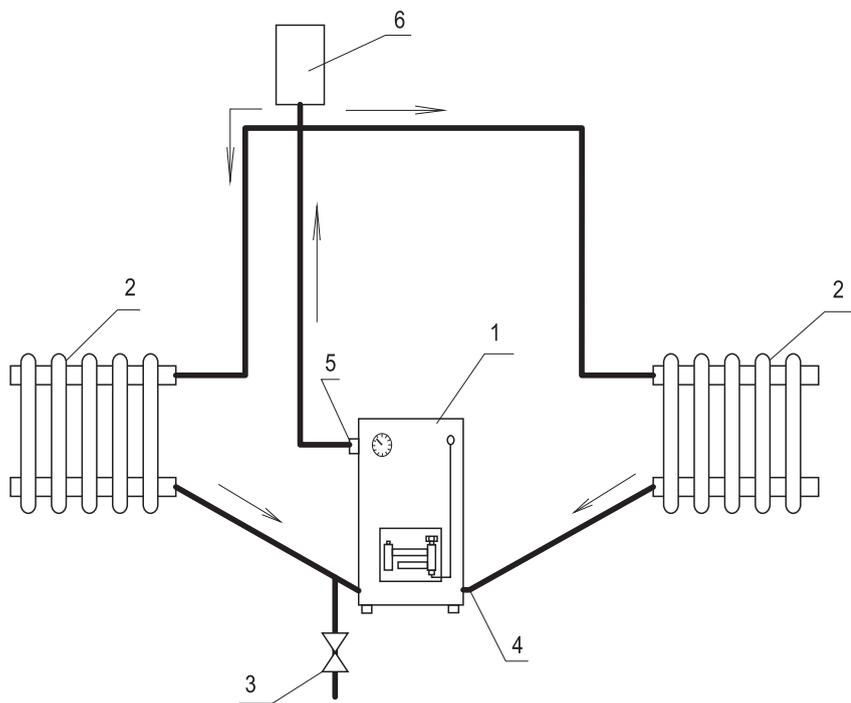

Рис. 2
6.5. Схема монтажа котла представлена на рис. 2. При монтаже трубопроводов сваркой следует оставлять резьбовые соединения для обеспечения разборки системы при ремонте.